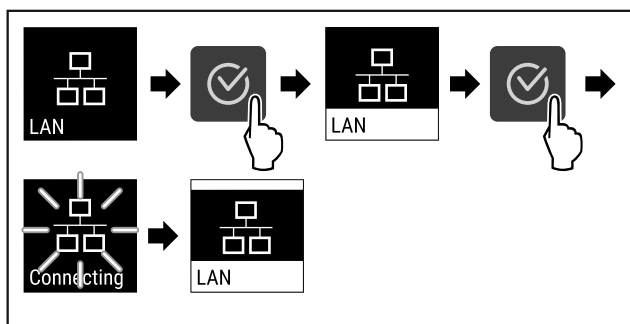

Fig. 81
- ▶ Izvedite zahtevane korake (glejte Fig. 81).